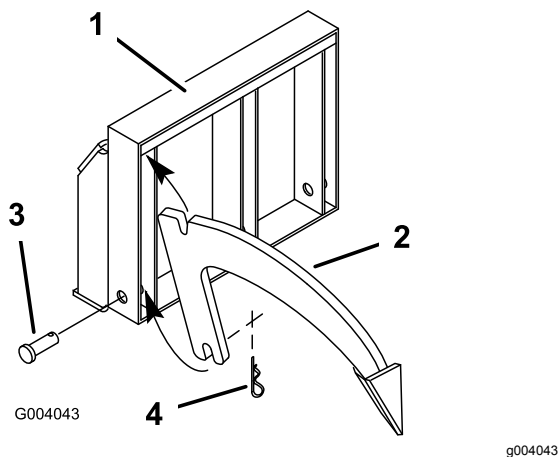

Figura 3
1. Fate scorrere la scanalatura sopra l'accessorio nella barra superiore di 1 delle 3 posizioni dell'accessorio (Figura 3).
2. Fate oscillare la parte inferiore dell'accessorio nel telaio e fissatela con un perno con testa (Figura 3).
3. Fissate il perno con una coppiglia (Figura 3).